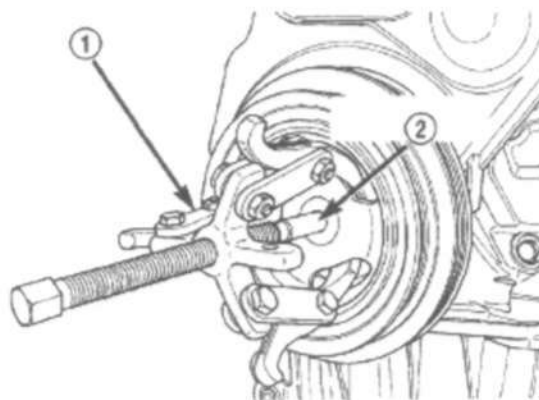

Рис. 51 Снятие гасителя вибрации коленвала.
(1) Снять гаситель колебаний коленвала (Рис.51) (см.п.9- ДВИГАТЕЛЬ/ БЛОК ДВИГАТЕЛЯ/ГАСИТЕЛЬ ВИБРАЦИИ - СНЯТИЕ)